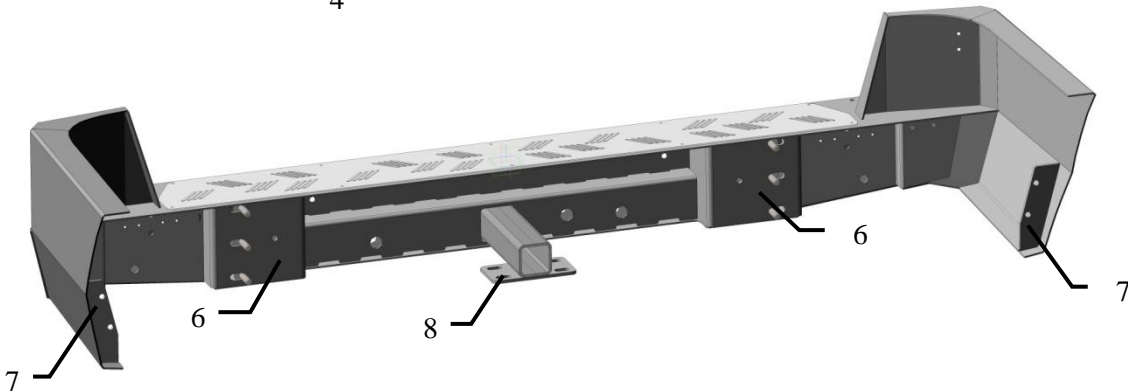

Рис.2 Бампер вид сзади
7. Выровнять кронштейн центральный по высоте, закрепить к бамперу через пазы 8, 9, 10, 11 с помощью двух закладных пластин с болтами М12 (*рис. 2*). Слегка подтянутые болты должны позволять свободно перемещаться болтам в пазах и давать возможность перемещаться бамперу относительно кронштейна центрального.